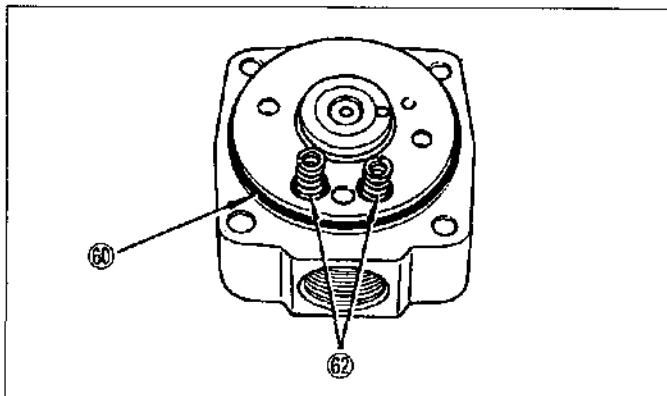

Figura.14-34 Instalación de los resortes de soporte
(3) Coloque un anillo "O" nueva ⑥0 en la cabeza de distribución. Inserte los dos resortes de soporte ⑥2 en los dos orificios cabeza de distribución. Emplee grasa pesada (grasa Nippondenso o equivalente) para retener los resortes de soporte en el cabezal. (Vea la figura.14-34)
(4) Coloque con cuidado la cabeza de distribución sobre el émbolo distribuidor en la caja de la bomba. (Vea la figura.14-34)